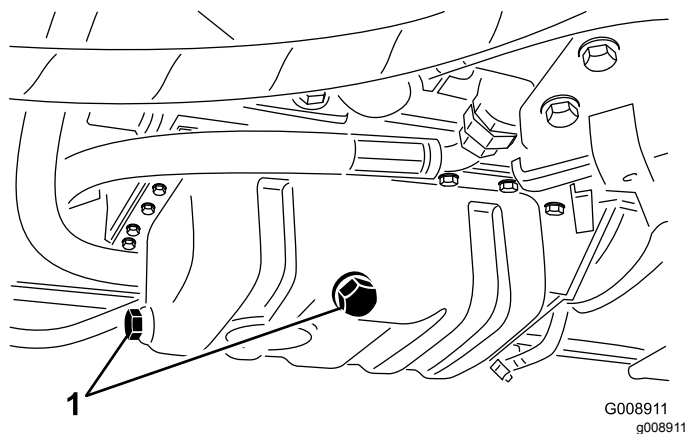

Figura 53
1. Retire o tampão de escoamento (**Figura 53**) e deixe o óleo escorrer para um recipiente adequado. Quando o óleo parar, volte a montar o tampão de escoamento.